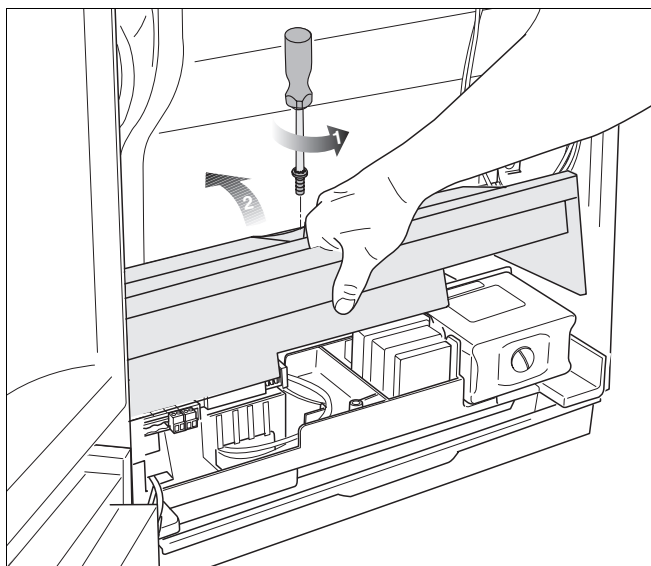

Fig. 26 Afdekkap naar boven kantelen
- Demonteer de schroef en kantel de afdekkap naar boven (→ fig. 26).